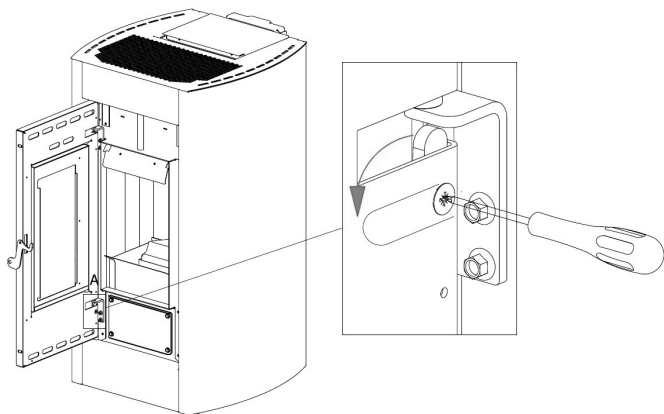

Fig. 32 - Extracción de los tornillos
- Con un destornillador, gire la palanca en el sentido de la flecha (ver **Fig. 32**).